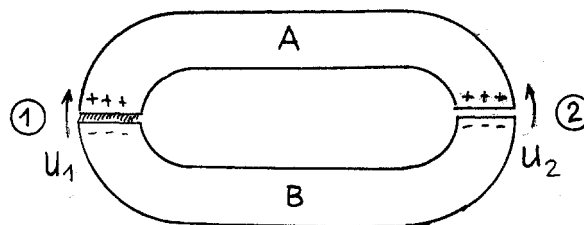

Abb. 2.7: Schematische Darstellung zur Erläuterung der Kontaktspannung.
Aus einer freien Metalloberfläche können Elektronen nur unter Energieaufwand austreten. Diese sog. **Austrittsarbeit** ist von Metall zu Metall verschieden. Bringt man nun zwei verschiedene Metalle A und B durch Verlöten oder Verschweißen in innigen Kontakt (in Abb. 2.7 z.B. bei (1)), so gehen einige Elektronen vom Metall mit der kleineren Austrittsarbeit in das mit der größeren über (z.B. von A nach B), so dass es an der Kontaktstelle aufgrund der Ladungstrennung zur Ausbildung einer Potentialdifferenz - der sog. **Kontaktspannung** - kommt. Die typische Größe der Kontaktspannung beträgt etwa 1 V.